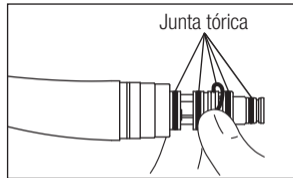

Fig. 12
- 2) Retire con cuidado cada junta tórica con la mano (Fig. 12).